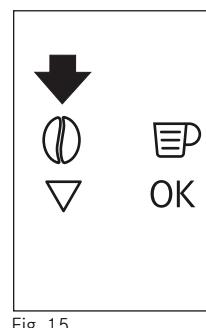

Fig. 15
- Premere l'Icona  (B4) (Fig. 15) e selezionare la funzione caffè pre-macinato.